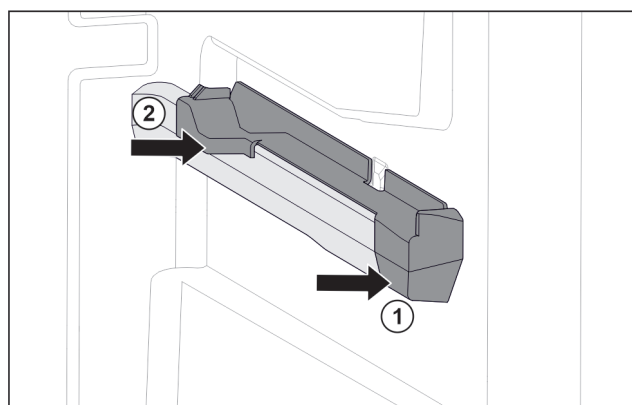

Fig. 196 Påsætningsdel på den højre beholderrist
- ▶ Sæt den forreste del af påsætningsdelen på beholderristen. Fig. 196 (1)
- ▶ Tryk den bageste del af påsætningsdelen på. Fig. 196 (2)